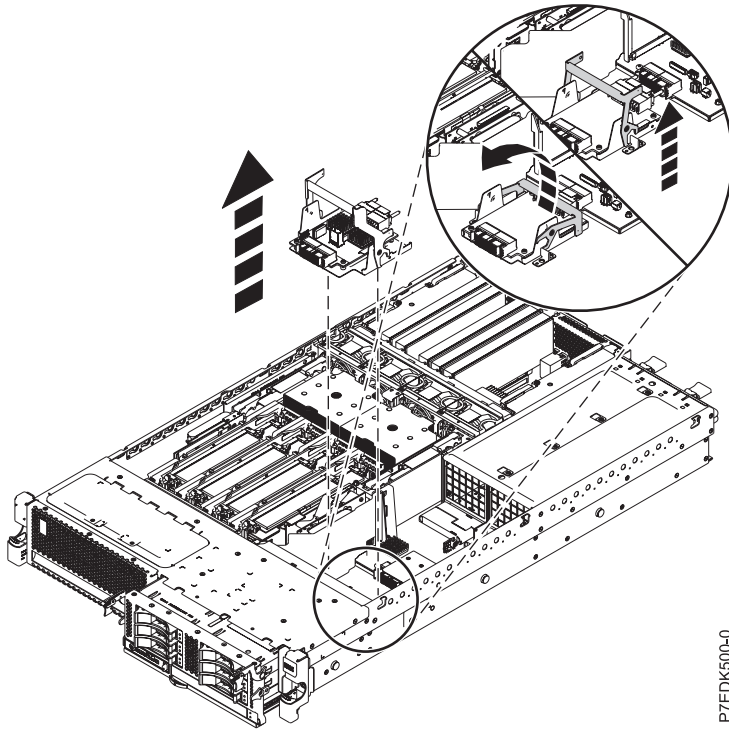

Figure 2. Retrait d'un interposeur de stockage d'un système monté en armoire
15. Tirez le taquet de déverrouillage bleu pour le mettre en position ouverte, comme indiqué dans la Figure 2.